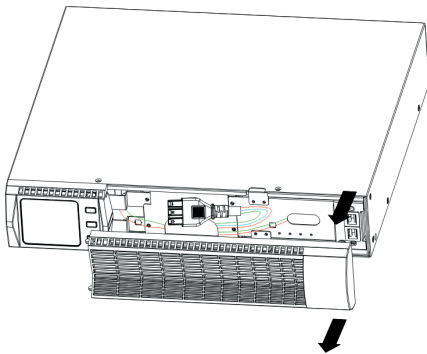

Abb.11: Demontage der Frontabdeckung EBP
2. Entfernen Sie die EBP-Kabelabdeckung an der Unterseite der USV-Frontabdeckung (siehe Abb.11).